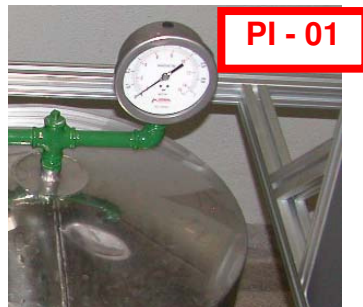

Figura 9 – manômetro petroquímico
- b) Anotar o valor indicado no manômetro tipo petroquímico PI-01, figura 9.